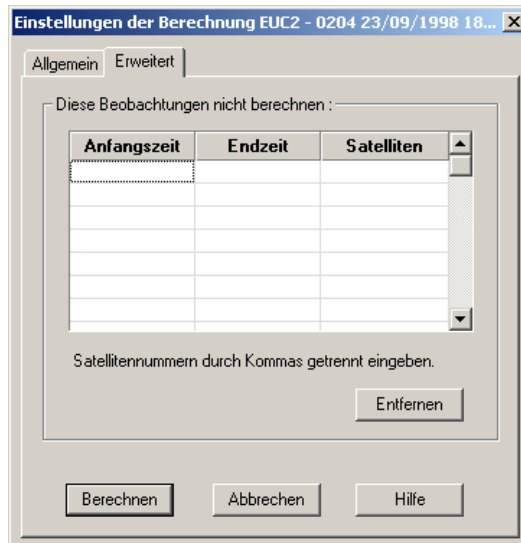

Abbildung 5.15. Dialogfeld "Einstellungen der Berechnung" — Registerkarte "Erweitert"
3. Klicken Sie auf den Reiter **Erweitert**, um zur Registerkarte **Erweitert** zu wechseln (Abbildung 5.15).